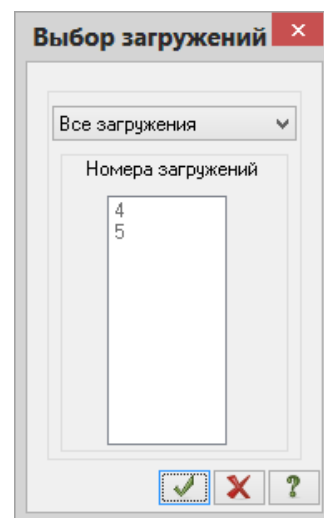

Рис.3.34. Диалоговое окно **Выбор загрузжений**
- В новом окне **Выбор загрузжений** (рис.3.34), при активной строке **Все загрузжения** щелкните по кнопке  – **Подтвердить**.